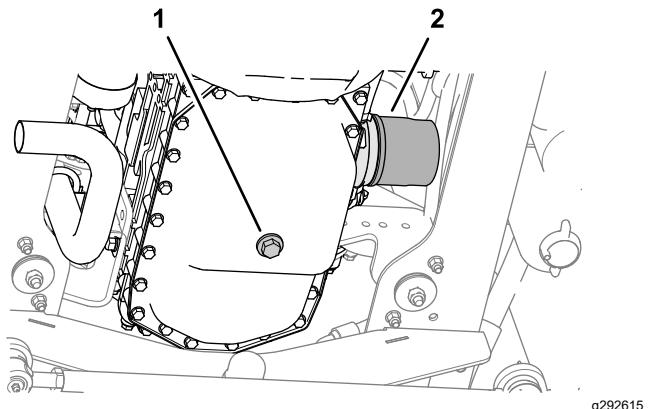

Figura 56
1. Retire el tapón de vaciado y deje fluir el aceite a un recipiente apropiado (Figura 56).